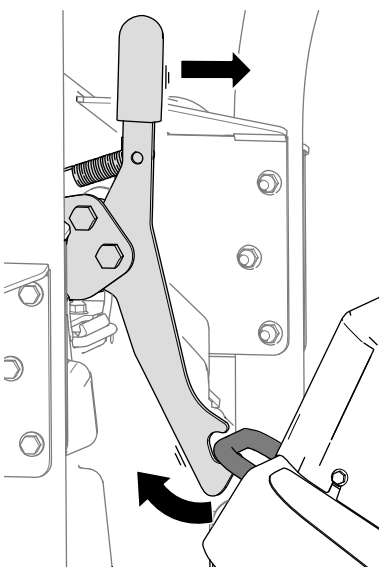

Figura 41
1. Eliberați elementul de fixare al unității de tăiere din suportul de legare (Figura 41) rotind unitatea de tăiere ușor în față (consultați Figura 39) și trăgând spre față mânerul elementului de fixare.